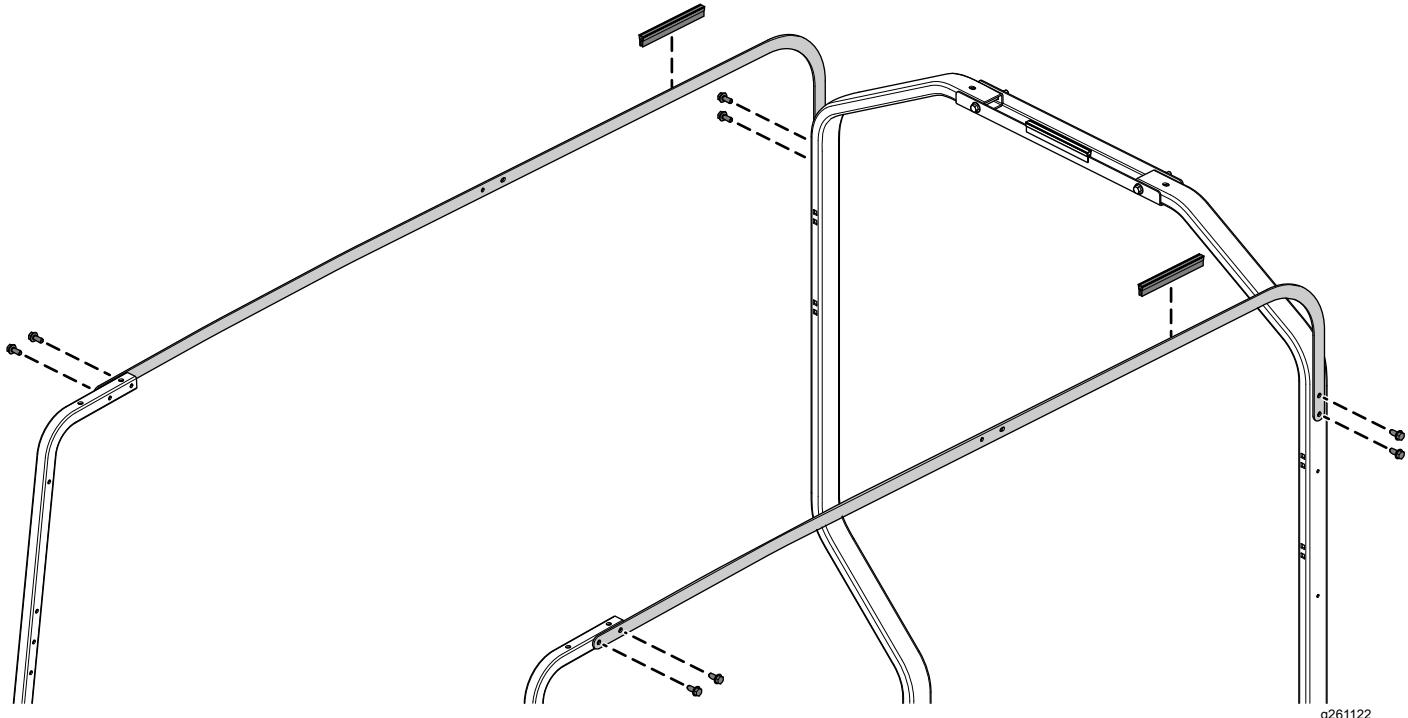

Figura 14
1. Fissate le 2 staffe di supporto del tettuccio lungo ai tubi di montaggio anteriore e posteriore utilizzando gli 8 bulloni a testa esagonale con rondella (5/16" x 3/4") come illustrato nella Figura 14.
2. Montate le 2 guarnizioni di contorno sulle 2 staffe di supporto del tettuccio lungo (Figura 14).